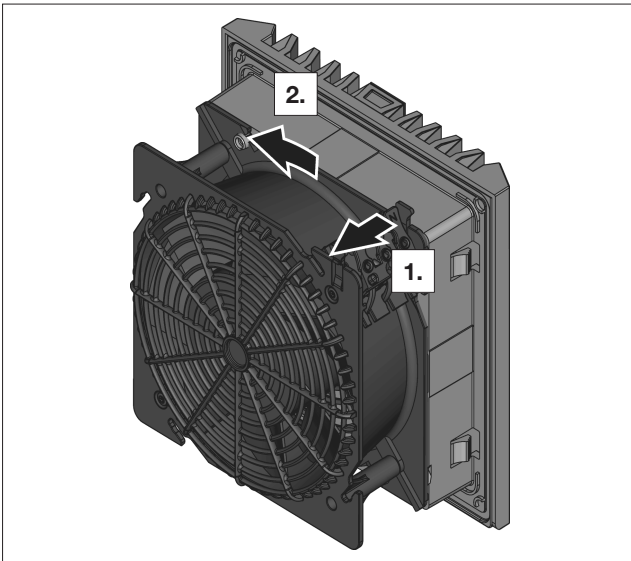

Fig. 7 : déverrouillage de la fermeture à baïonnette
- À l'arrière du ventilateur, tirer sur la patte (voir fig. 7) de la fermeture à baïonnette pour déverrouiller celle-ci.